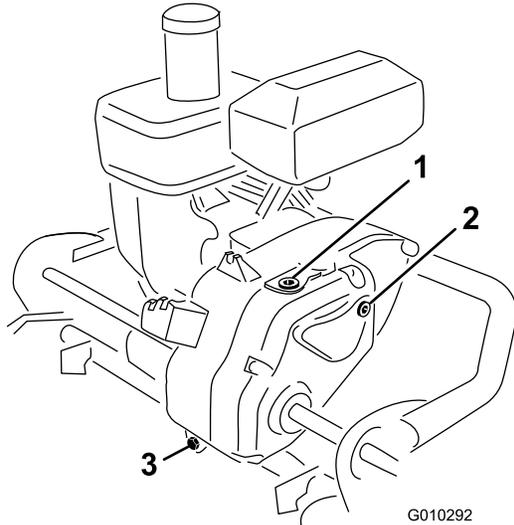

Bild 35
2. Entfernen Sie die Ablassschraube hinten am Getriebe (Bild 35).
3. Drücken Sie den Griff nach unten und kippen Sie die Maschine nach hinten. Nehmen Sie die Prüf-/Füllschraube aus der rechten Getriebeseite heraus (Bild 35).
6. Entfernen Sie die Ablassschraube oben am Getriebe (Bild 35). Entfernen Sie nicht das Entlüftungsrohr.